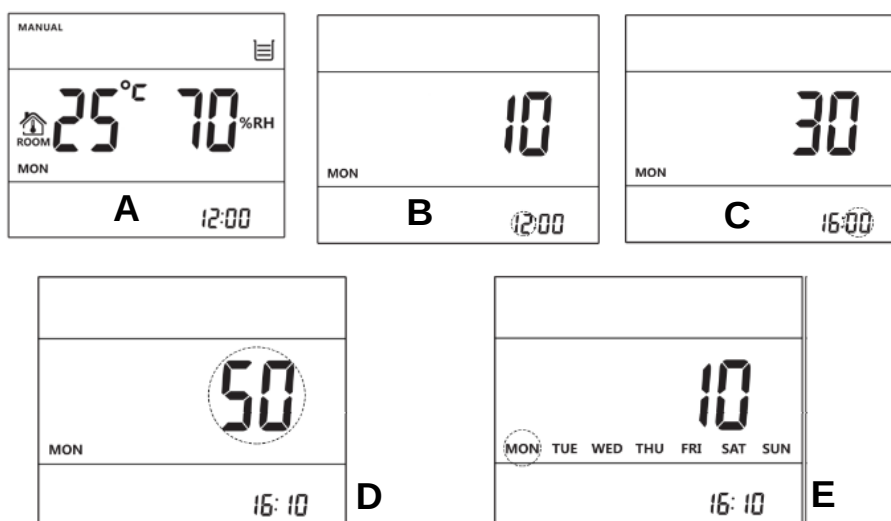

Figura 6 — Sequenza di cambio dell'ora
Regolare l'ora sul pannello di controllo prima di procedere con qualsiasi altro programma. La Figura 6 mostra come effettuare la regolazione dell'orario, partendo da un'ora corrente fissata alle 12:00. La regolazione avviene come segue:
- Premendo il tasto , lampeggiano i minuti. Usare  e  per regolare i minuti, come mostrato nella Figura 6-C.
- Premendo il tasto , lampeggiano i secondi. Usare  e  per regolare i secondi, come mostrato nella Figura 6-D.
- Premendo il tasto , lampeggia la settimana. Usare  e  per regolare le settimane, come mostrato nella Figura 6-E.